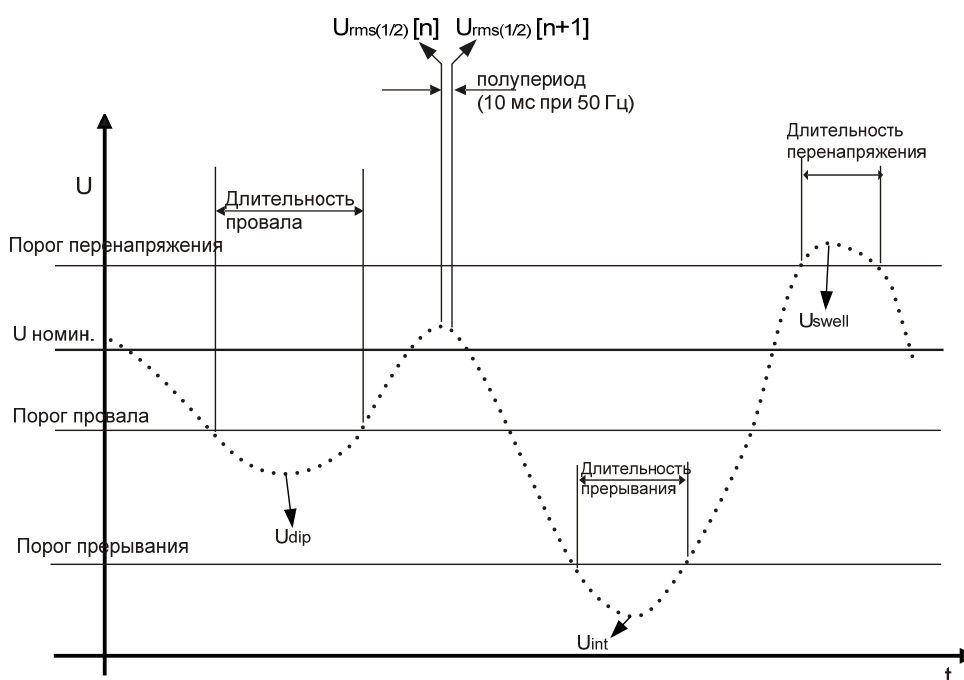

Рисунок 5.8 Определение событий напряжения.
- В однофазных системах провал напряжения начинается, когда напряжение $U_{Rms(1/2)}$ падает ниже порога провала, и заканчивается, когда напряжение $U_{Rms(1/2)}$ равно или выше порога провала плюс 2% от входного напряжения (входное напряжение определяется напряжением в системе электроснабжения и коэффициентом преобразования измерительного преобразователя) (см. Рисунок 5.8).
- В однофазных системах перенапряжение начинается, когда напряжение $U_{Rms(1/2)}$ превышает порога перенапряжения, и заканчивается, когда напряжение $U_{Rms(1/2)}$ равно или ниже порога перенапряжения минус 2% от входного напряжения (входное напряжение определяется напряжением в системе электроснабжения и коэффициентом преобразования измерительного преобразователя) (см. Рисунок 5.8).
- В однофазных системах прерывание напряжения начинается, когда напряжение $U_{Rms(1/2)}$ падает ниже порога прерывания, и заканчивается, когда напряжение $U_{Rms(1/2)}$ равно или выше порога прерывания плюс 2% от входного напряжения (входное напряжение определяется напряжением в системе электроснабжения и коэффициентом преобразования измерительного преобразователя) (см. Рисунок 5.8).